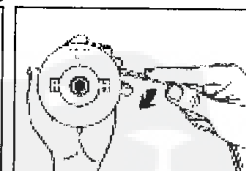

Fig. 9C
5. Enroulez la corde coupante en sens des aiguilles d'une montre sur la bobine, selon le dessin Fig. 9C. Veillez à ce que la corde soit bien tendu et à ce que les deux moitiés de la corde sont mises dans les douilles respectives de la bobine. Enroulez la corde jusqu'à la longueur restante de 6" (15 cm).